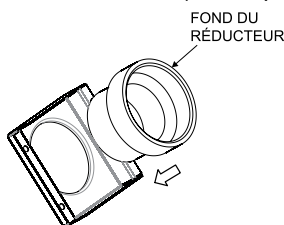
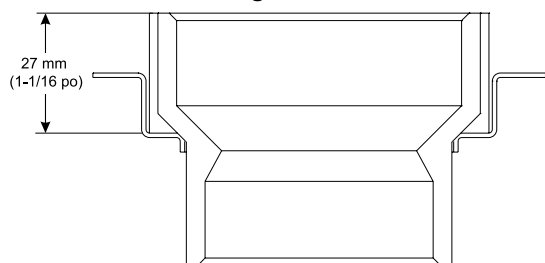

Figure 7
Figure 8
3. Insérer le réducteur dans le capot d'évent comme sur la **Figure 7**. La distance entre le fond du réducteur et l'intérieur du capot d'évent est de 27 mm (1-1/16 po). **Voir Figure 8.**